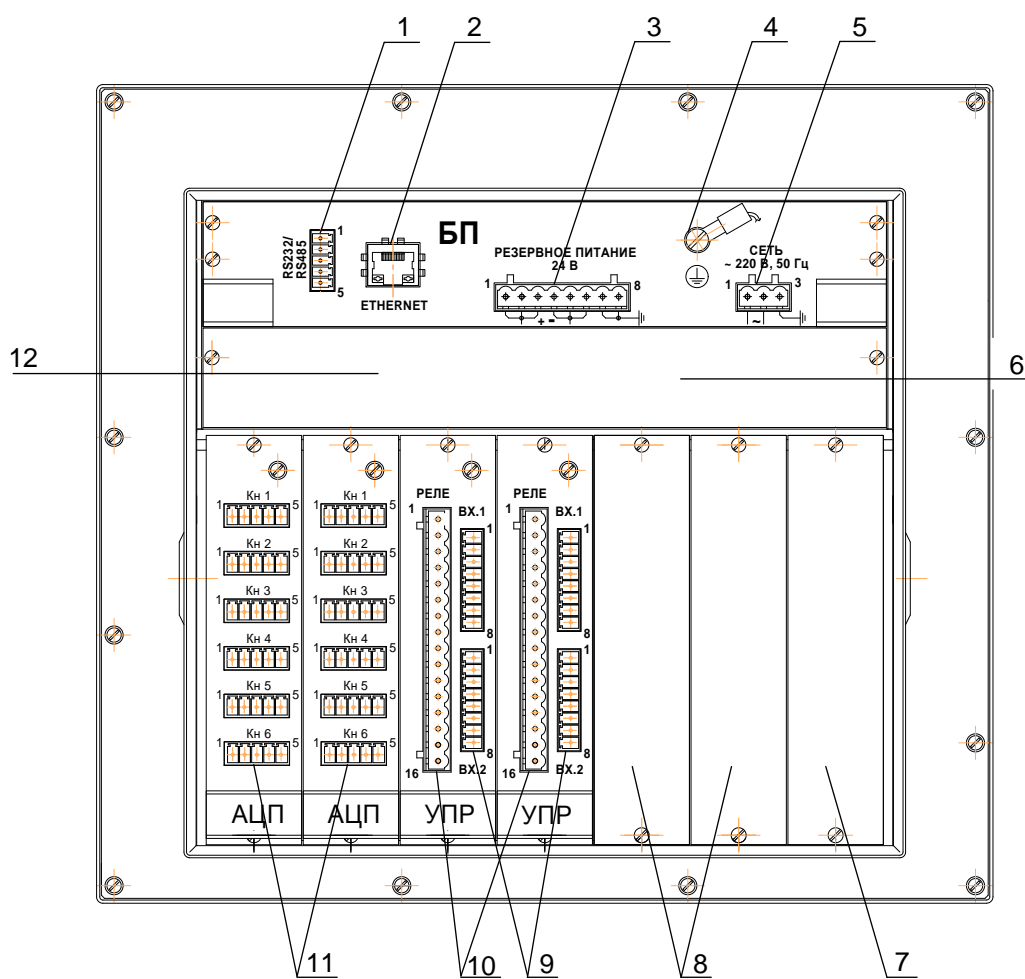

Рисунок 2.2
Рисунок 2.2а
**Рисунок 2.2б**
- 8 - разъемная клеммная колодка выхода ПВИ (исполнение по заказу) (рисунок 2.2), установочное место под модули ввода-вывода в соответствии с заказом (рисунок 2.2а, 2.2б);